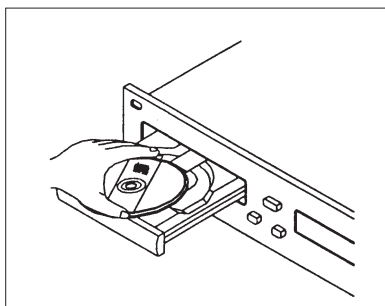
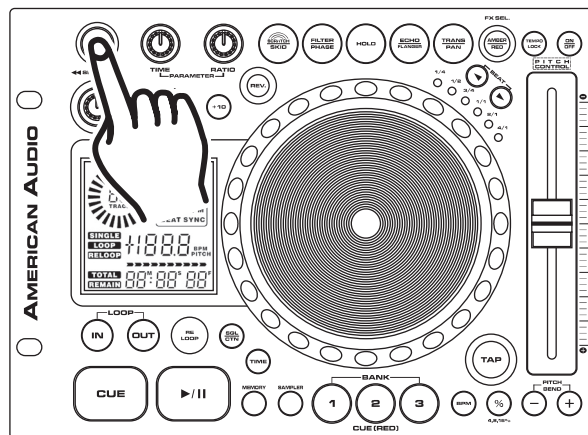

Figura 6: Siempre sostenga el CD por los bordes y con la cara de la etiqueta hacia arriba cuando vaya a cargarlo en la unidad de reproducción.
Figura 7: Mantenga el botón del expulsar para quitar un disco.
La unidad DCD-PRO1000™ solamente reproduce CDs de 3 pulgadas y de 5 pulgadas. Los CDs de forma ovalada o con diseños antiguos no son compatibles. Es importante sostener el CD por los bordes al introducirlo en la bandeja transportadora (ver figura 6). Coloque el disco con la cara de la etiqueta hacia arriba cuando vaya a cargarlo en la bandeja transportadora. Nunca toque la cara donde se lee la señal (la superficie brillante). Para retirar el disco de la bandeja, pulse el botón EJECT (1) de expulsión (ver Figura 7).